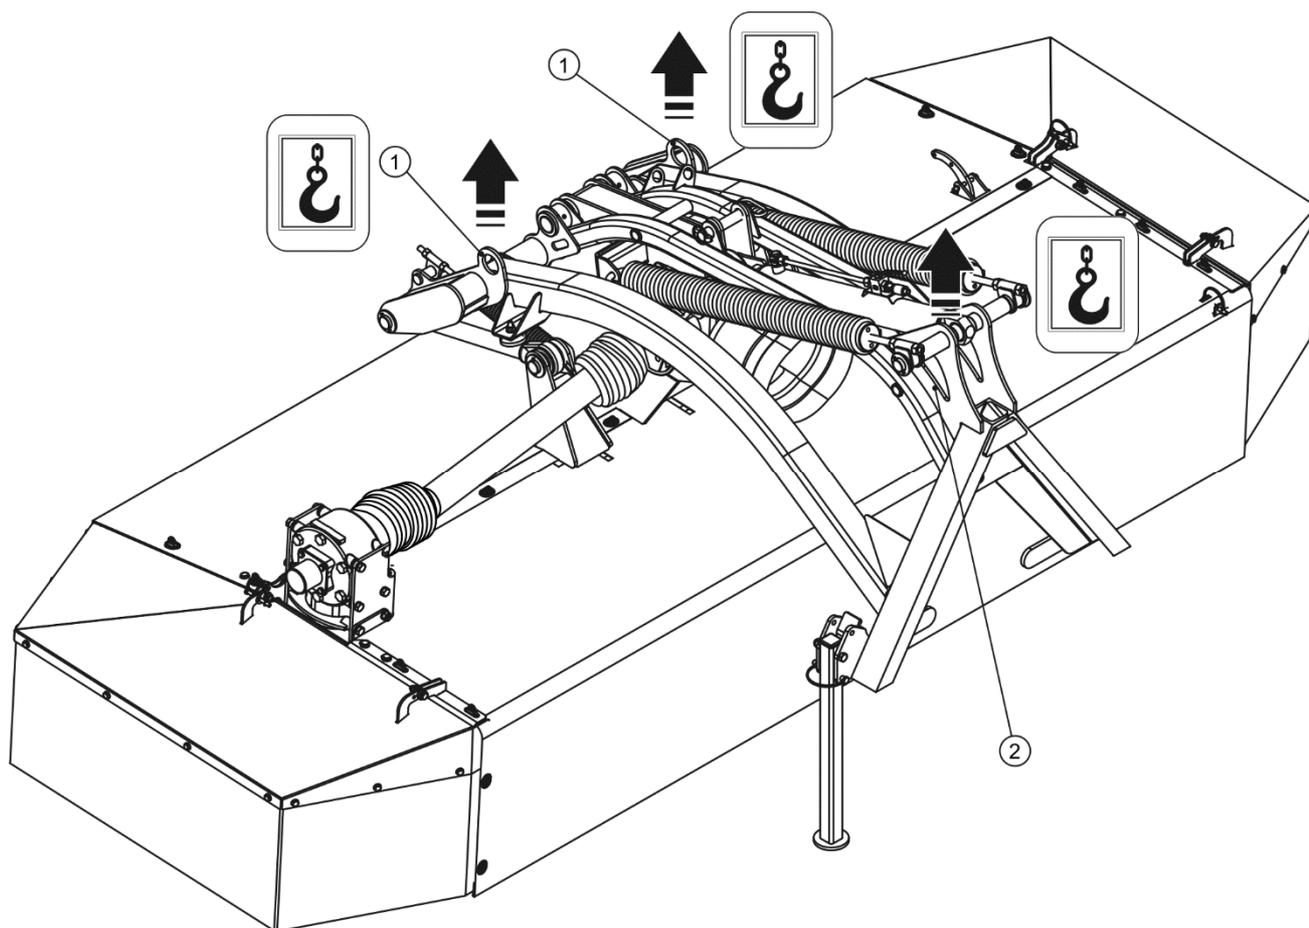

РИСУНОК 1.2 Транспортные захваты.
(1) транспортный захват, (2) проушина для крепления крепежных ремней
При загрузке на транспортное средство подсоединение косилки к подъемным устройствам осуществляется в предназначенных специально для этого местах (РИСУНОК 1.2), т.е. за транспортные проушины (1) и отверстие (2) в раме навески. Во время подъема косилки необходимо соблюдать особые меры предосторожности, не допускать до перекоса машины и избегать получения травм от выступающих элементов машины.